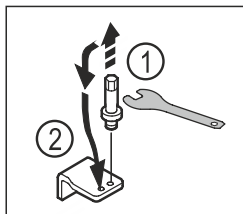

Fig. 21
- Skru ut boltene til den nedre lagerbukken med utvendig sekskantnøkkel SW5. Fig. 21 (1)
- Sett inn boltene på motsatt side. Fig. 21 (2)